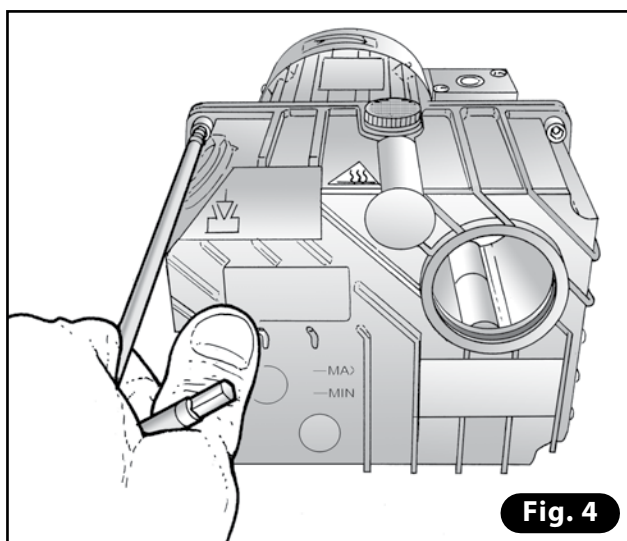

Fig. 4
- 3) Dévisser les vis du réservoir et l'enlever (**Fig. 4**).